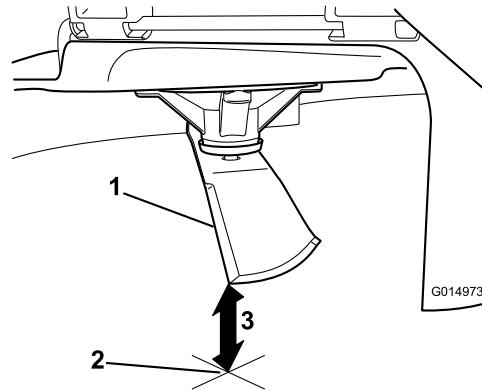

Figura 92
5. Mida desde la punta de la cuchilla hasta la superficie plana (Figura 92).